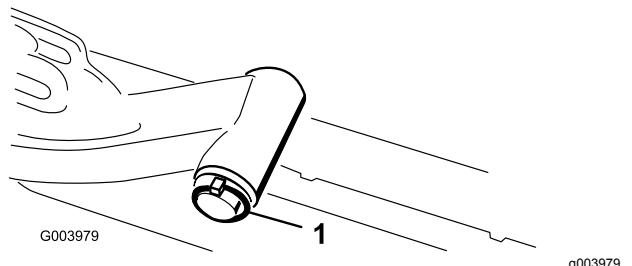

Рисунок 11
- A. Снимите шплинт и шайбу, которые крепят ось поворота подъемного рычага к подъемному рычагу, и снимите ось поворота с подъемного рычага (Рисунок 11).
C. Вставьте ось поворота подъемного рычага в подъемный рычаг и зафиксируйте шайбой и шплинтом (Рисунок 11).